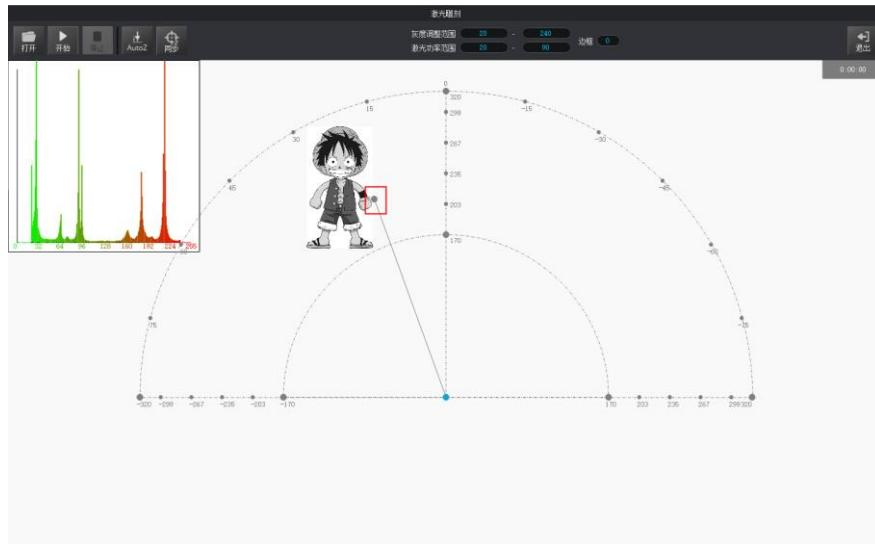

图 5.99 机械臂末端激光套件对应激光雕刻界面上的点
- 图 5.99 红框中的点为机械臂所在的位置。移动机械臂时，该点的位置也随之变化，且确保在环形区域内移动。